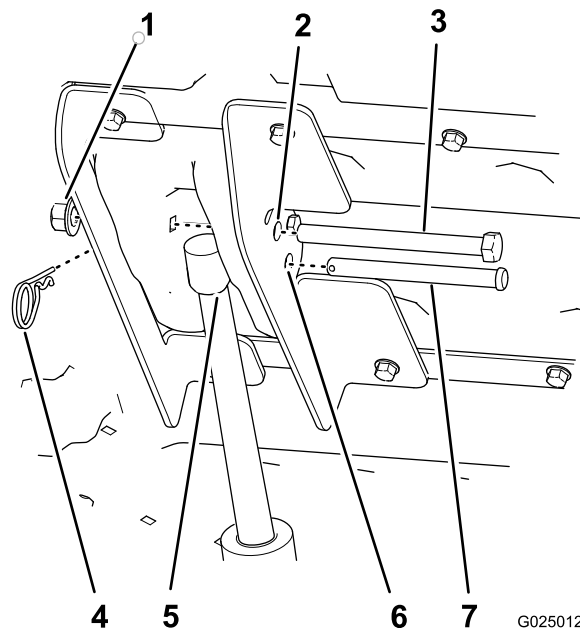

図 9
- 荷台昇降スイッチの上パドルを押して昇降アクチュエータのロッドを伸ばし、ロッドの穴が内側・外側昇降ブラケットの穴に揃ったところで止める (図 9)。
- 昇降アクチュエータのロッドを昇降ブラケットに固定する； クレビスピン (3-1/2 インチ) とヘアピンを使用する (図 9)。
10. 内側・外側の昇降ブラケットの残っている穴 (12.7 mm) に六角ヘッドボルト (1/2 x 5-1/2 インチ) を通し (図 9)、ナット (1/2 インチ) で軽く止めつける。
2. アクチュエータロッドを内側・外側昇降ブラケットに留め付けているヘアピンコッターとクレビスピンを取り外す（図 9）。
7. 荷台を降ろし、昇降アクチュエータをブラケットに合わせる（図 9）。
8. クレビスピンとヘアピンで昇降アクチュエータを昇降ブラケットに固定する（図 9）。